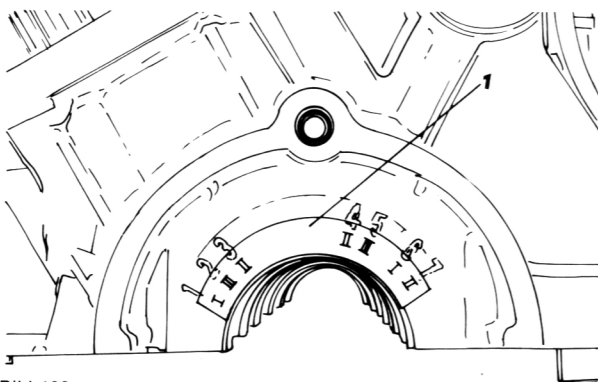

Bild 102
- Die Kenn-Nummern des Pleuellager-Innendurchmessers ermitteln und notieren (Bild 102).